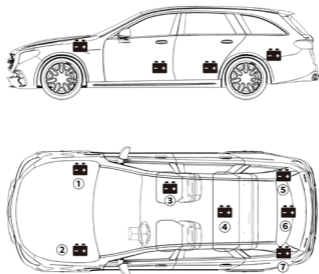

Figura 4.1.1
1. La maggior parte dei modelli hanno la batteria nel vano motore, sotto il cofano, in uno degli angoli anteriori. Vedere la posizione della batteria ① e ② nella Figura 4.1.1.
2. Per bilanciare la distribuzione irregolare del peso, alcuni produttori hanno il motore nel bagagliaio. Vedere la posizione della batteria ⑤, ⑥ e ⑦ nella Figura 4.1.1. In questo caso, la batteria potrebbe avere una copertura di plastica che dovrebbe essere rimossa prima di qualsiasi test.
3. Per altri modelli, la batteria potrebbe essere sotto il sedile posteriore. Vedere la posizione della batteria ④ nella Figura 4.1.1.
4. Per alcuni veicoli, la batteria può essere collocata sotto il sedile del passeggero. Vedi posizione della batteria ③ nella Figura 4.1.1.